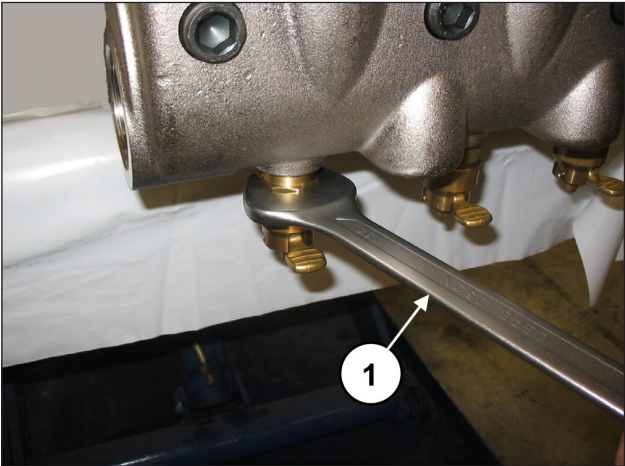

图 103
拧松阀门打开装置，可使用30毫米的扳手(位置①，图 103)